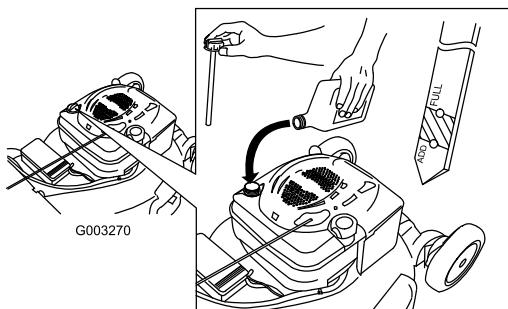

Figure 36
- Versez de l'huile **lentement** dans le goulot de remplissage pour faire monter le niveau de liquide jusqu'au repère du plein (Full) sur la jauge (Figure 36). **Ne remplissez pas excessivement.** (Remplissage max. : 0,59 l, type : huile détergente SAE 30W de classe de service API SF, SG, SH, SJ, SL ou supérieure.)